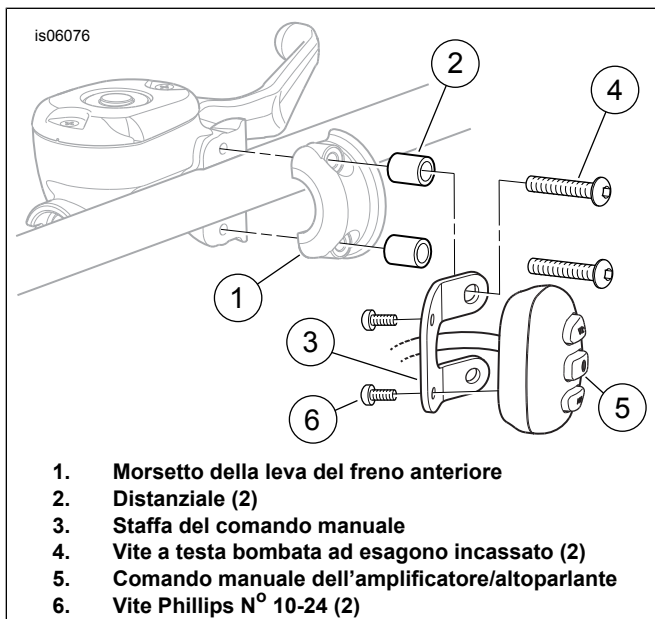

Figura 2. Installazione del comando manuale e della staffa
1. Vedere Figura 2. Rimuovere dal veicolo le viti del morsetto della leva del freno anteriore. Rimuovere e accantonare il morsetto (1). Le viti possono essere gettate via.
2. Prendere la staffa del comando manuale (3), due distanziali (2), due viti Phillips N° 10-24 (6) e:
- **Per i modelli Sportster 2004 ed anni successivi:** Due viti a testa bombata ed esagono incassato M6 x 45 mm di lunghezza (18) dal kit.
- **Per TUTTI GLI ALTRI modelli:** Due viti a testa bombata ed esagono incassato 1/4-20 x 44,4 mm (1.75 in) di lunghezza (18) dal kit.
3. Passare il cablaggio del comando manuale (5) lungo il centro della staffa (3) come mostrato.